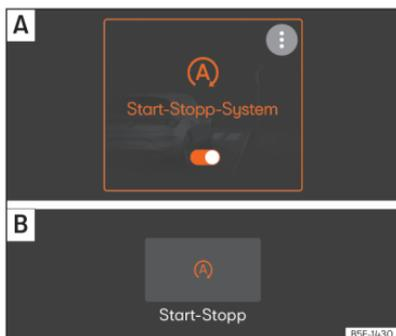

Abb. 117 Im Bildschirm des Infotainment-Systems: Start-Stopp-System eingeschaltet. **A** Ansicht im Hauptmenü. **B** Ansicht bei ausgeschaltetem Infotainment-System.
Wenn das Symbol (A) orange eingeblendet wird **>>>** (Abb. 117), ist das System aktiviert und leitet den Stopp und den Start ein. Wenn das Symbol (A) weiß eingeblendet wird, ist das System ausgeschaltet.